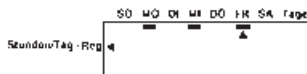

Abb.15
- unter dem Tag. Der Enthärter wird die Regeneration in den unterstrichenen Tagen durchführen (Abb. 15).